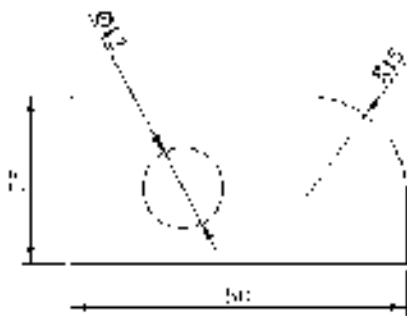

图 15.3.7 显示“锁定图标”
- 为注释性约束显示锁定图标**：选中该复选框，可以对已标注的注释性约束的对象显示锁定图标；若取消选中该复选框，则结果如图 15.3.7 所示。